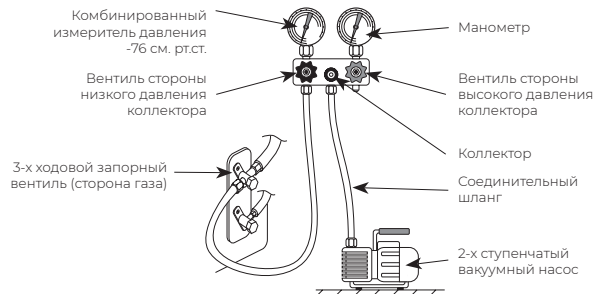

Рис. 22
1. Снимите защитную крышку с предназначенного для техобслуживания фитинга 3-ходового запорного вентиля наружного блока. Подключите к нему соединительный шланг стороны низкого давления коллектора (см. рис. 22).